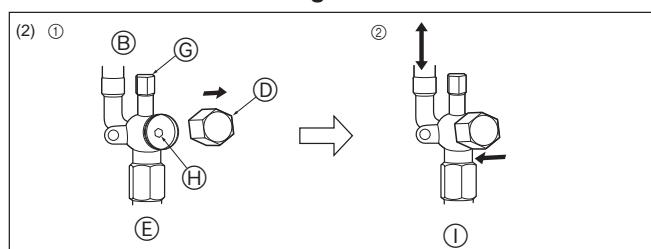

Fig. 4-7
- ① Enlever le capuchon, ramener la poignée vers soi et la tourner d'un quart de tour en sens inverse des aiguilles d'une montre pour ouvrir la vanne.
- ② Vérifier que la vanne d'arrêt est complètement ouverte, appuyer sur la poignée et tourner le capuchon pour le ramener sur sa position d'origine.
- (2) Côté liquide (Fig. 4-7)
- ① Retirez le bouchon, et tournez la tige de soupape à fond dans le sens antihoraire avec une clé hexagonale de 4 mm [5/32 inch]. Arrêtez de tourner quand elle frappe la retenue. (ø0,35 [1/4 inch]: env. 4,5 tours) (ø9,52 [3/8 inch]: env. 10 tours)